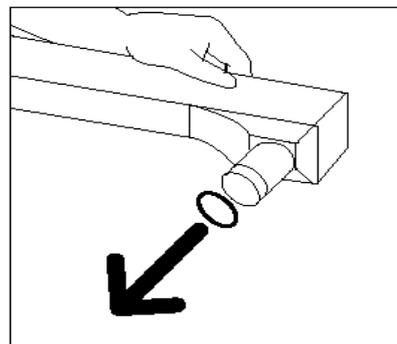

Figure 39 : Retrait du bouchon de la réserve d'huile de four
- 9** Retirez le bouchon situé à l'extrémité de la réserve d'huile de four (figure 39).